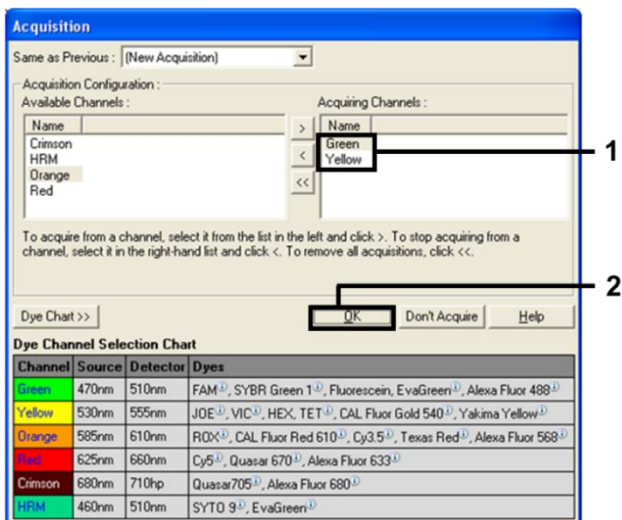

Figura 8. Adquisición en el paso de ciclado de 60 °C.
10. Establezca «Green» y «Yellow» como canales de adquisición. Para ello, seleccione > para transferirlos de la lista Available Channels (Canales disponibles). Haga clic en OK (Aceptar) (figura 8).